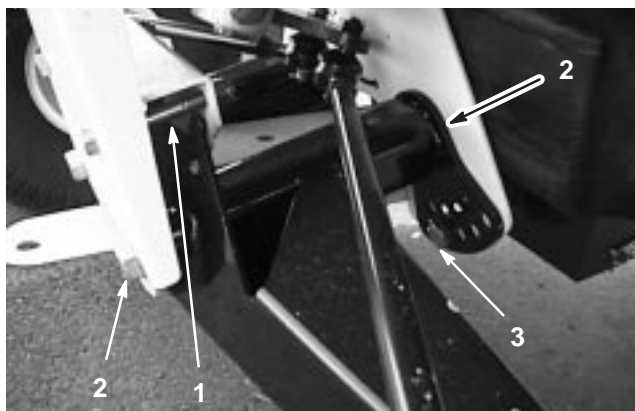

Figure 25
2. Enlevez le boulon limiteur de course (Fig. 25).
3. Desserrez les boulons de centrage dans le bras triangulé avant (Fig. 25).
4. Retirez le boulon de réglage de hauteur de caisse (Fig. 25).
5. Tournez le bras triangulé avant à la position voulue (voir Remarque ci-après), puis remettre en place le boulon de réglage de hauteur de caisse (Fig. 25).
7. Remettez le boulon limiteur de course (Fig. 25).